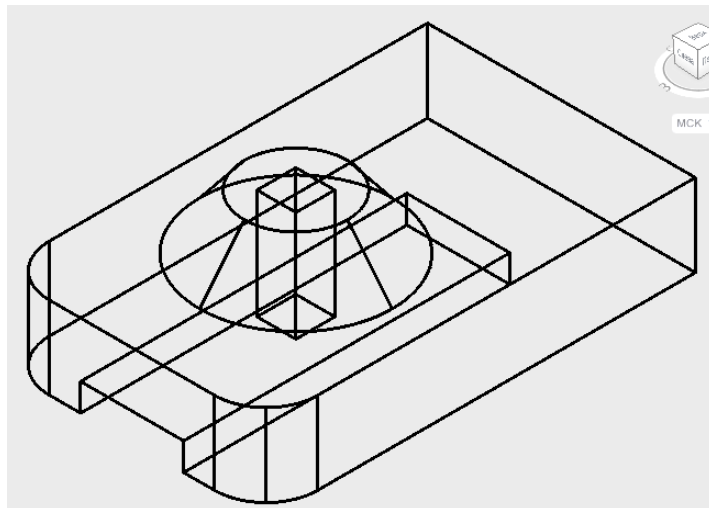

Рисунок 2.27
6. Построить вертикальное сквозное призматическое отверстие, используя команды МНОГОУГОЛЬНИК, ВЫДАВЛИВАНИЕ, ВЫЧИТАНИЕ, рисунок 2.27.